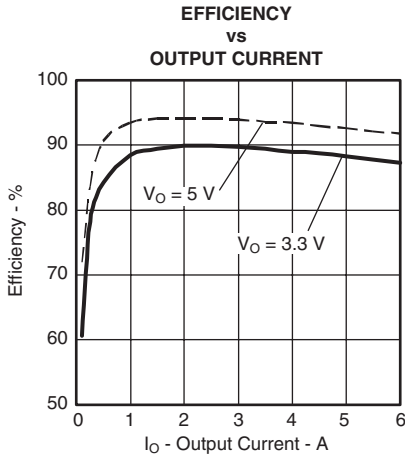
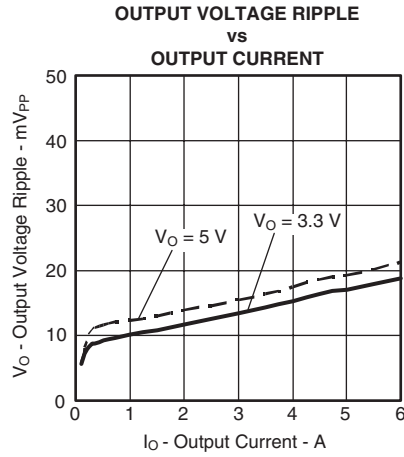
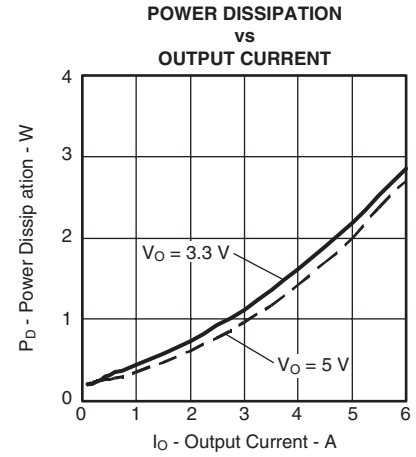

図 1
図 2
図 3
(1) この電気的特性データは、実際の製品を25℃でテストして得られたものです。このデータは、コンバータの代表的なデータと考えられます。図1、図2、および図3に対して適用されます。